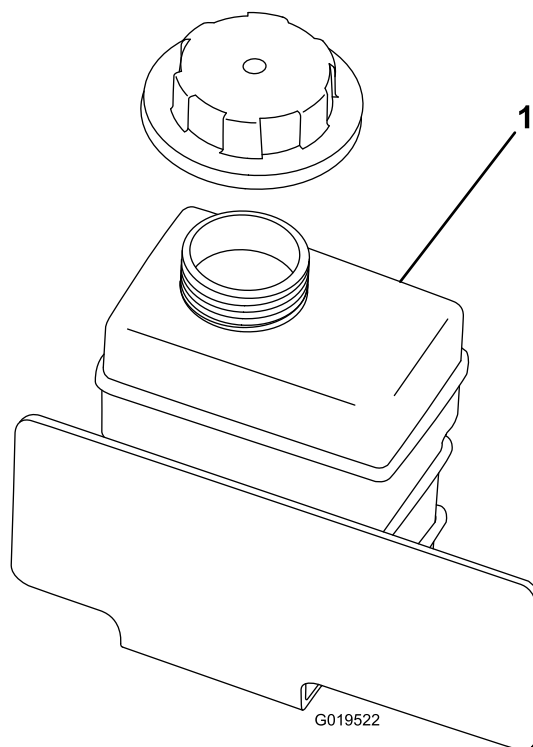

Figura 17
2. Verifique o nível de líquido de arrefecimento no depósito secundário (Figura 17). O líquido de arrefecimento deve estar até à parte inferior do tubo de enchimento